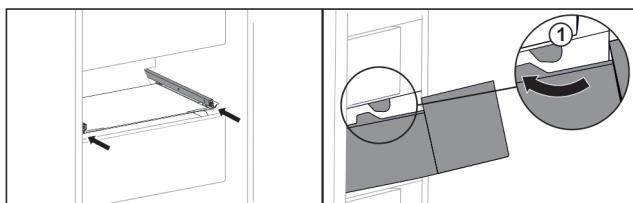

Fig. 53
- Prevedte zásuvku okolo zarážok Fig. 53 (1).